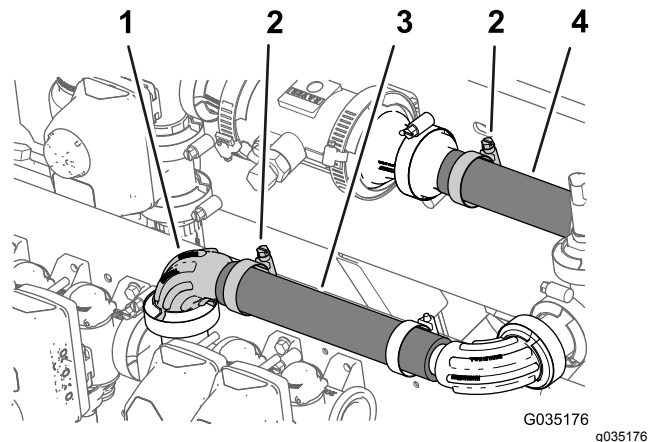

図 64
1. 図 64 に示すように、ホース1" x 8 1/2"を 90 度フランジフィッティングに組み付ける。
2. ホースクランプを使ってホースをフランジフィッティングに固定する 図 64。
3. ホース1" x 7 1/4"をバーブ付きフランジフィッティング1"に固定するホースクランプ 水圧トランスデューサを機体に取り付ける (ページ 26)で入れておいたものを締め付ける 図 64を参照。